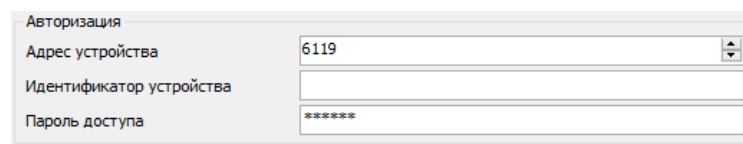

Рисунок 6.11 – Авторизация устройства
6.14 В разделе авторизация установить идентификатор счетчика и пароль доступа (рисунок 6.11). Нажать на кнопку «Авторизация».